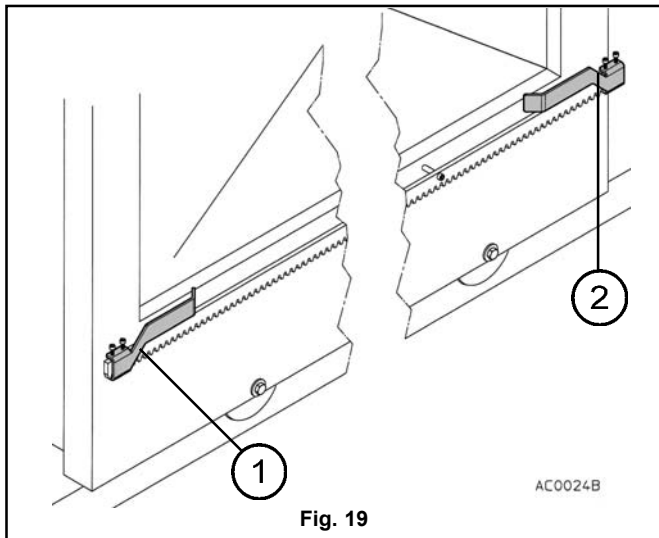

Fig. 19
- c) La cremagliera deve sporgere rispetto all'asse del pignone dello spazio sufficiente per il montaggio della staffa di finecorsa "cancello aperto" (1 fig. 19).
- f) Montare i vari pezzi di cremagliera allineandoli tra di loro e rispettando il gioco di 1 mm sul pignone. Dopo aver montato l'ultimo pezzo di cremagliera e fissato il tutto, tagliare con un seghetto da ferro l'eventuale parte sporgente di cremagliera, lasciando lo spazio sufficiente per il montaggio della staffa di fine corsa "cancello chiuso" (2 fig. 19).
- k) Montare le staffe di fine corsa "cancello aperto" (1 fig. 19) e "cancello chiuso" (2 fig. 19) alle estremità della cremagliera, bloccandole con le viti fornite nella confezione. Considerare che il cancello percorrerà altri 2-3 cm. dopo l'intervento dell'interruttore finecorsa, regolare quindi la posizione delle staffe in modo tale che il cancello non vada a sbattere contro gli arresti meccanici.